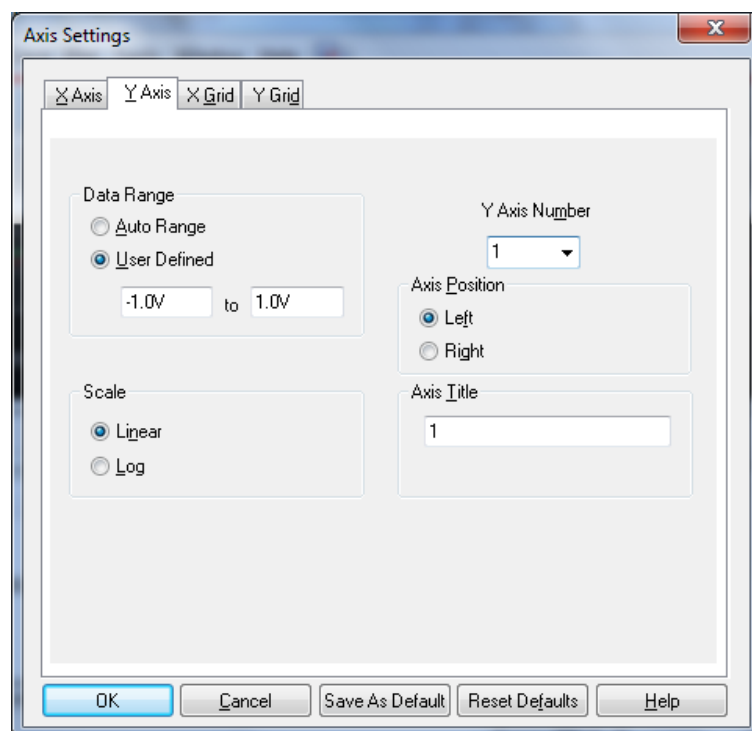

Рисунок 6.4 – Вікно *Axis Settings* з налаштуваннями для масштабування осі координат *Y*
4. Виберіть опцію *Axis Settings...*, після чого відкриється однойменне вікно, показане на рис. 6.4.